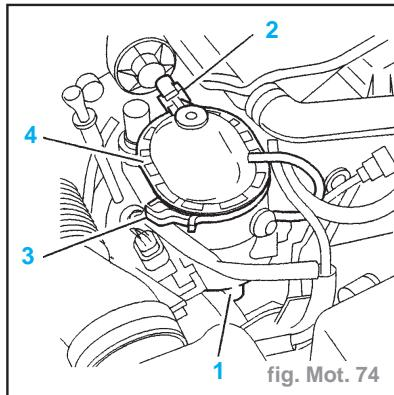

fig. Mot. 74
**Impératif :** Avant d'effectuer cette opération, vider le corps en ouvrant la vis de purge (1) un tube plastique permet l'évacuation du gazole, le non-respect de cette opération entraîne l'écoulement du gazole sur le mécanisme d'embrayage (fig. Mot. 74).